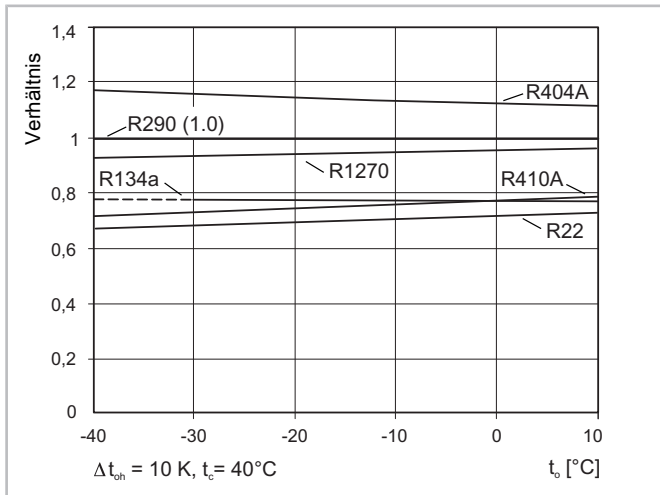

Abb. 6: Flüssigkeitsvolumenstrom verschiedener Kältemittel im Vergleich zu R290 bei identischer Kälteleistung
- Identische Dimensionen der Flüssigkeitsleitung wie bei R22 (höherer Flüssigkeitsvolumenstrom aber geringerer Druckabfall durch niedrigere Dichte), siehe Abbildung 6, Seite 20.